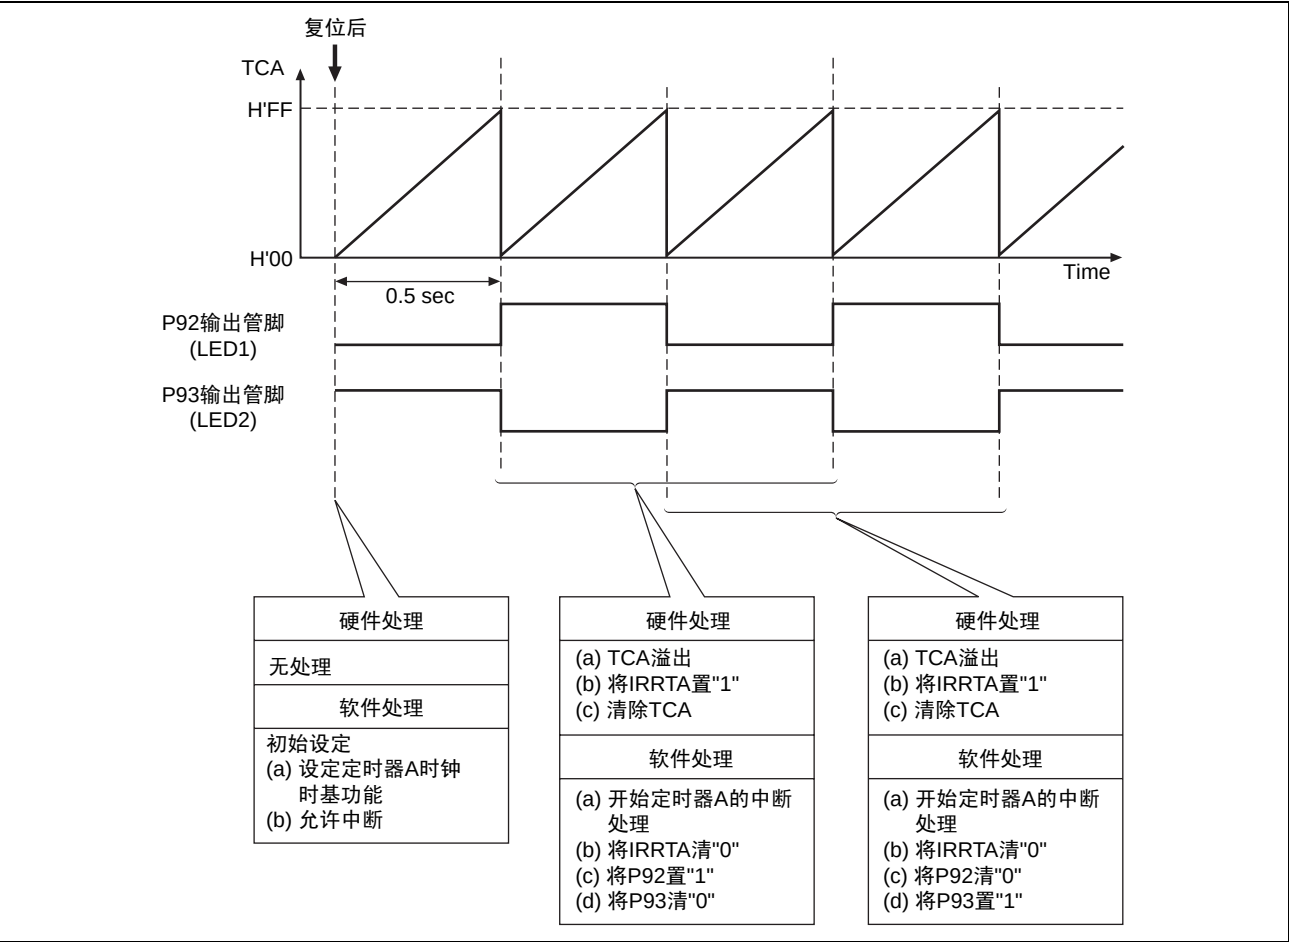

图 3 进行连接到 I/O 端口的 LED 闪烁的运行说明
(1) 运行说明如图 3 所示。通过如图 3 所示的硬件处理和软件处理，进行连接到 I/O 的 LED 闪烁。